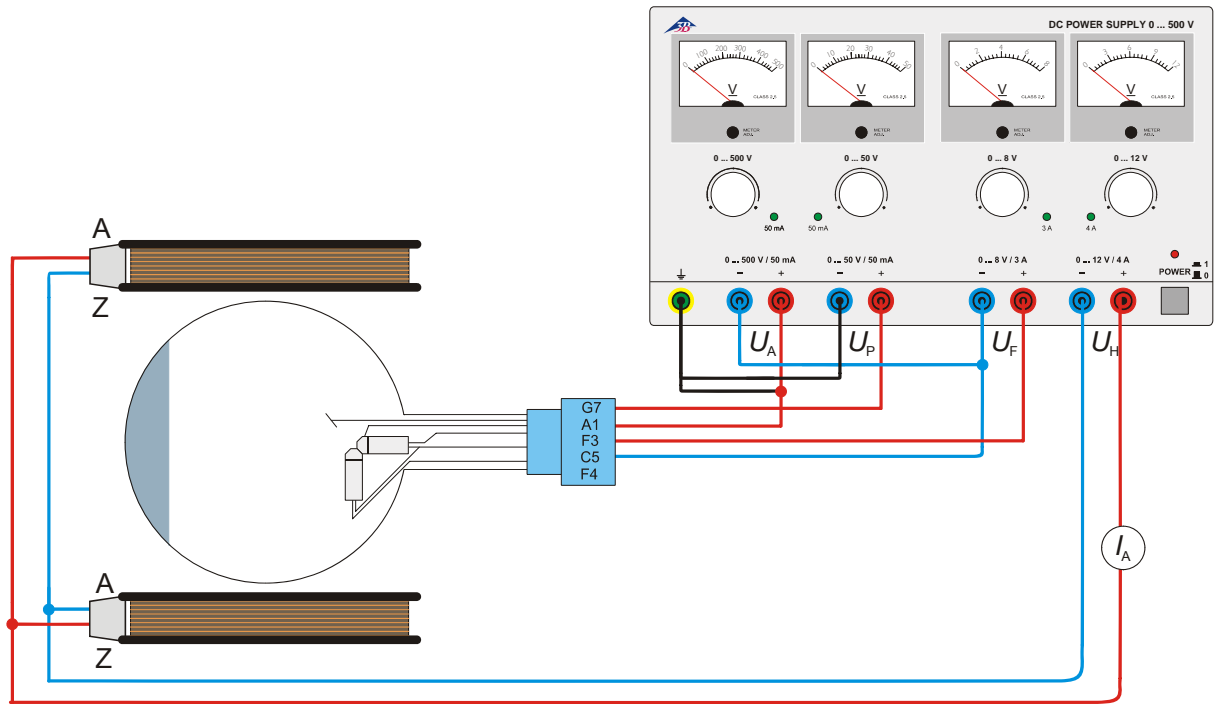

Fig. 3 Bestimmung von  $e/m$  mittels der axialen Elektronenkanone
- Beschaltung der Röhre gemäß Fig. 3 vornehmen.